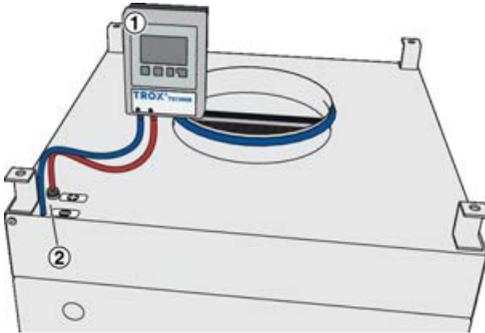

Abb. 11: Anschluss TROX MD-DPC
**Permanente Messung:** Fortlaufende Differenzdruckmessung und Überwachung der vorgesehenen Enddruckdifferenz. Die Messung erfolgt dabei mit fest installierten Differenzdruckmessgeräten (Abb. 11/1), z. B. mit TROX-Messgeräten MD-UT, MD-APC oder MD-DPC, über die seitlich oder oben am Gehäuse angebrachten Druckmessstellen (Abb. 11/2).
**Temporäre Messung:** Temporäre Differenzdruckmessung mit einem mobilen Differenzdruckmessgerät während des laufenden Betriebes am innenliegenden Messrohr (Abb. 11/2). Hierzu muss der Frontdurchlass demontiert werden, ☞ 11.
Plus (+) - an innenliegende Messrohr (Abb. 11/2) anschließen